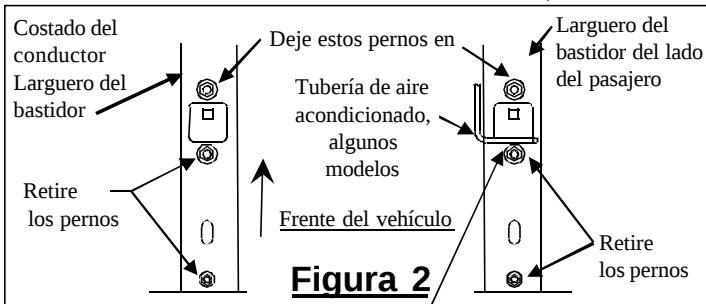

Figura 2
2. Encaje el tubo protector plástico en su lugar sobre la tubería del aire acondicionado en el lado del pasajero cerca del perno, si lo hay. Ver Figura 2 arriba.
3. Retire los pernos existentes de los largueros del bastidor como se muestra en la Figura 2, (2) en el costado del conductor, (2) en el costado del pasajero y retenga para la instalación del enganche.